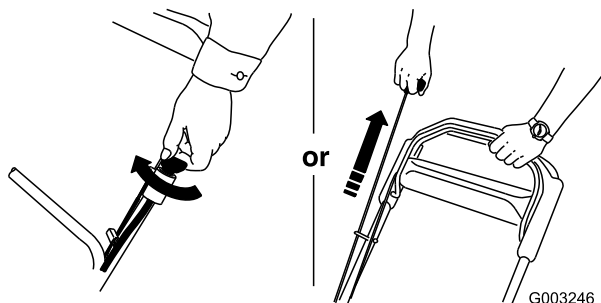

Figure 20
3. Mettez le moteur en marche avec la clé de contact (modèle 20796 uniquement) ou le lanceur (Figure 20).